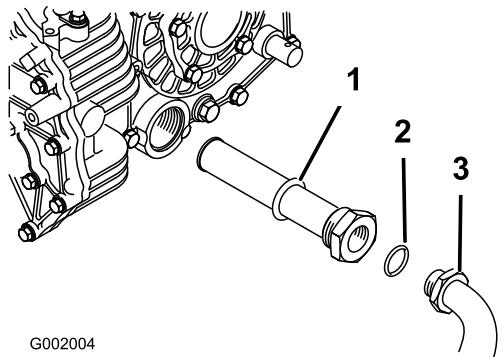

Figura 63
5. Togliete il flessibile idraulico ed il connettore a 90° (Figura 63).